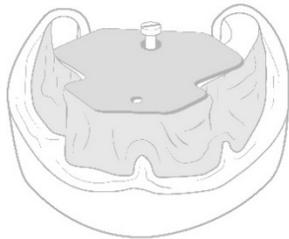

Abb. 1
9. Die Unterkiefer Registrierplatte wird auf der Okklusionsebene fixiert und als Verschlüsselungshilfe werden Kerben am Wachswall angebracht (Abb. 1).